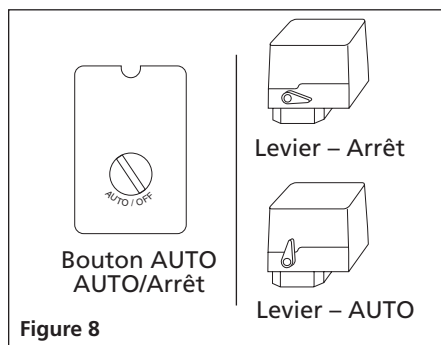

Figure 8
4. Tournez le levier ou le bouton du manostat à la position AUTO et faites fonctionner l'appareil pendant 30 minutes pour roder les pièces de la pompe (reportez-vous à la figure 8).